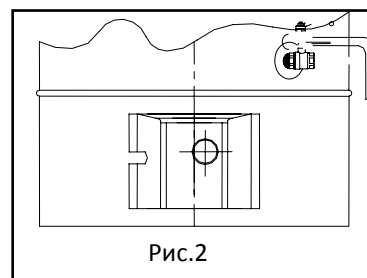

Рис.2
2.7 Установить сливной кран, используя специальную муфту на 1/2", расположенную на нижней части устройства, для слива воды в случае необходимости.(см. рис. 2)
Рис.2а
- 2-Соединить провода прибора по контролю удаления дыма. (см. рис.2а )